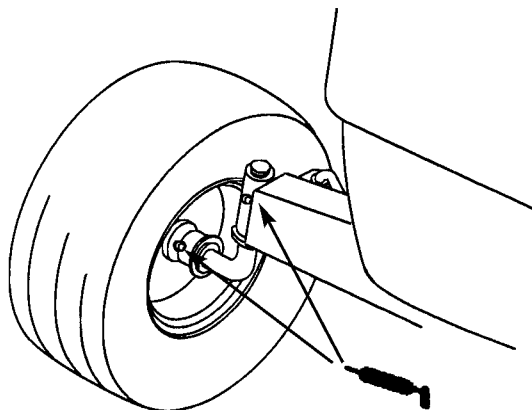

Bild 14
1. Die Vorderräder schmieren, bis das Fett aus den Lagern zu quellen beginnt (Bild 14).